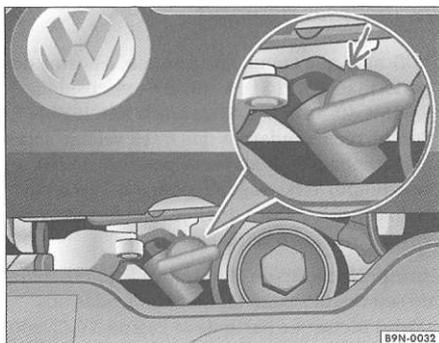

Fig. 97 No compartimento do motor: vareta de medição do nível de óleo
- Retire a vareta do óleo => fig. 97
- Insira novamente a vareta do óleo, até encostar no batente. Se a vareta do óleo tiver a identificação de posição de montagem => fig. 97 -seta-, tenha o cuidado de alinhar esta identificação com a referência do tubo guia.
• A figura => Página 154, fig. 97 -seta- mostra uma representação esquemática da vareta do óleo. A vareta do óleo pode apresentar diferenças na forma e na cor em função do modelo. As marcas representadas são válidas para todas as varetas do óleo.
• Se a vareta do óleo tiver a identificação de posição de montagem => Página 154, fig. 97, tenha o cuidado de alinhar esta identificação com a referência do tubo guia. Caso contrário o nível de óleo não é corretamente medido - perigo de danos no motor! ^